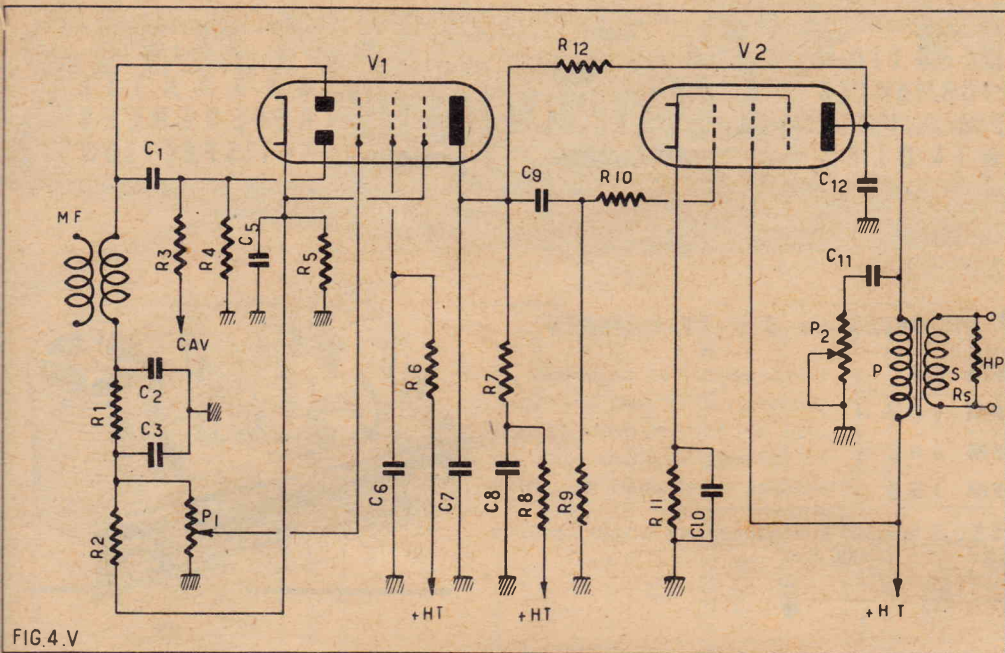

FIG. 4.V
La figure 4 - V donne le schéma de la sortie BF d'un récepteur à lampes secteur. La lampe V_1 est une double diode pentode. Les diodes sont utilisées comme détectrices et lampes de réglage automatique de volume (CAV). L'élément pentode de sortie sert d'amplificateur de tension tandis que la pentode finale V_2 est une lampe de puissance de 2 à 6 W modulés.
b) Placer le curseur de P_1 (voir fig. 4 - V) du côté correspondant au maximum de gain, c'est-à-dire vers C_4 . Ne plus toucher à P_1 pendant la durée de la mesure. Débrancher C_{11} du point X.